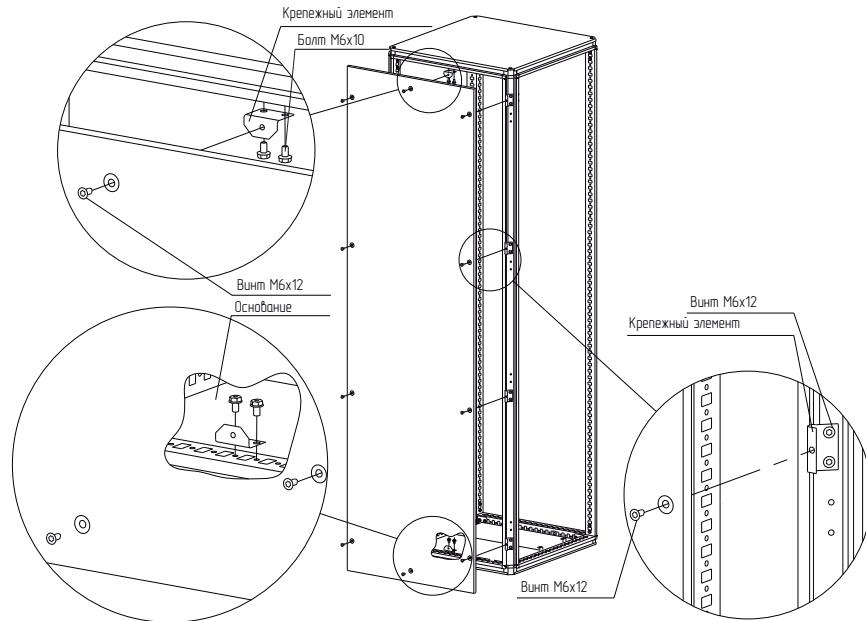

Рисунок 1
4.1.2 Закрепить восемь крепежных элементов на стойках каркаса (рисунок 1). Для крепления использовать самонарезающие винты M6×12. Момент затяжки – 7 Н·м.